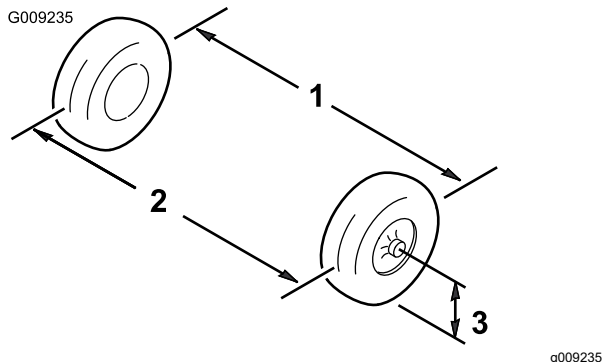

Рисунок 46
1. Измерьте расстояние между обеими передними шинами на уровне моста, с передней и задней стороны передних шин (Рисунок 46).